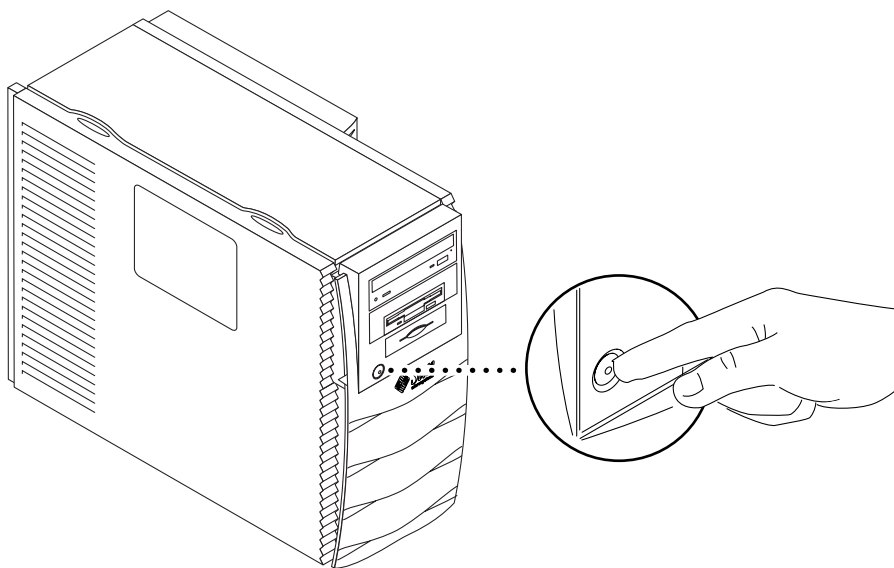

FIGURA 6 Spegnimento del sistema
- a. Premere e rilasciare l'interruttore di alimentazione posto sul pannello anteriore (vedere FIGURA 6) per chiudere automaticamente tutti i programmi e il sistema operativo e spegnere la workstation.**
- a. **Premere l'interruttore di alimentazione posto sul pannello anteriore (vedere FIGURA 6) per spegnere la workstation.**
- a. **Tenere premuto l'interruttore di alimentazione per quattro secondi (vedere FIGURA 6) per spegnere la workstation.**